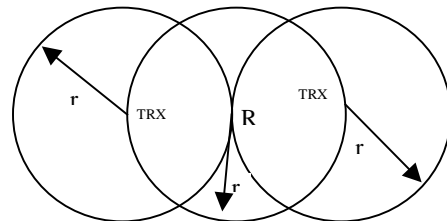

Fig.3
- Semnalele radio slabe nu se pot propaga pe o distanta mare, necesitand unul sau mai multe repetitoare pentru a acoperi o suprafata mai mare. Fig.3 prezinta un exemplu de aplicatie ce permite telecomenzii dintr-un sistem UMB100H sa fie operabila pe o suprafata mai mare.